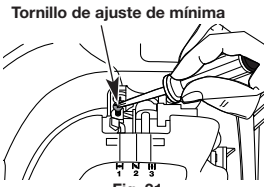

Fig. 31
- Suelte el gatillo del regulador y deje que el motor funcione en mínima. Si el motor se para, inserte un destornillador Phillips pequeño en el orificio de la cubierta del motor (Fig. 31). Gire el tornillo de mínima hacia adentro, en sentido horario, de a 1/8 de vuelta por vez (según sea necesario) hasta que el motor funcione en mínima suavemente.